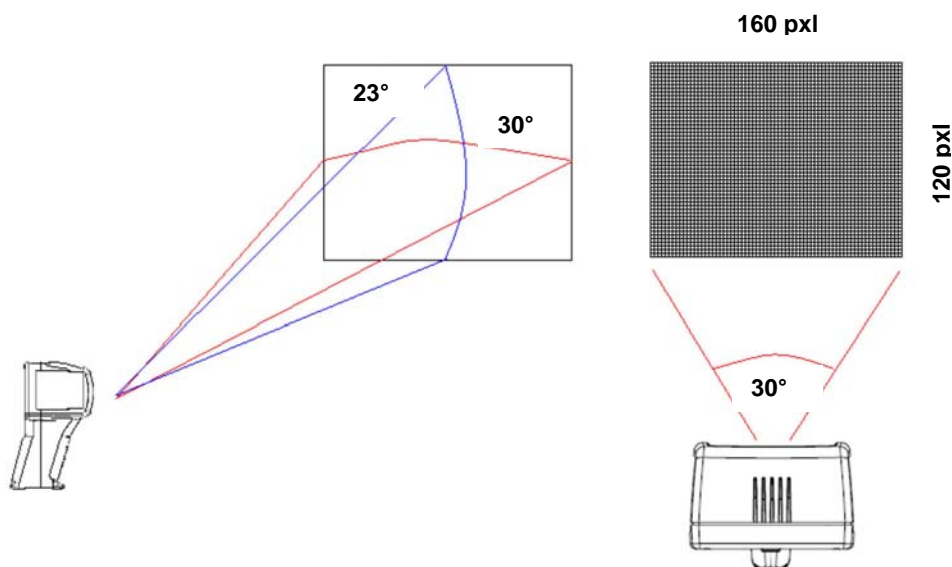

Fig. 71: Representación del campo visual (FOV) del instrumento
4. Para medidas precisas de temperatura asegúrese que la superficie del objeto en prueba sea siempre mayor que la superficie efectivamente medible por el instrumento expresada por su campo visual (FOV = Field Of View). El instrumento tiene un campo visual igual a $30^\circ \times 23^\circ$ y una resolución del sensor de 160×120 (19200) píxeles (vea la Fig. 71)